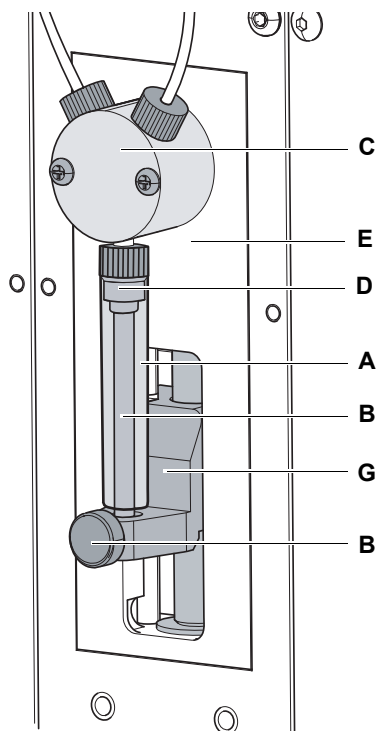

Fig. 7-24 Composants de la seringue
- 1 Desserrer la vis de blocage du piston (H) Fig. 7-24 , Fig. 7-37.
- 2 Déplacez l'entraînement du piston vers le bas (G) avec EVOware Fig. 7-24 , Fig. 7-37.
- 3 Retirez la seringue (A) de la vanne (C) Fig. 7-24 , Fig. 7-37.
- 1 Tirer le piston (A) hors du cylindre de la seringue Fig. 7-24 , Fig. 7-37.
- 2 Coupez prudemment un bout du capuchon de la seringue (K) comme cela est illustré sur Fig. 7-24 , Fig. 7-37: